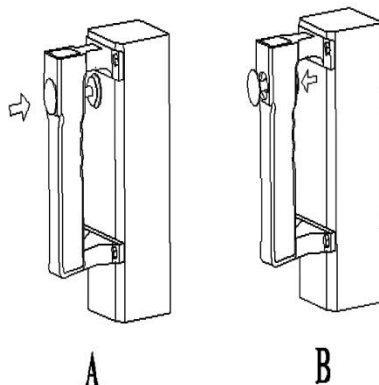
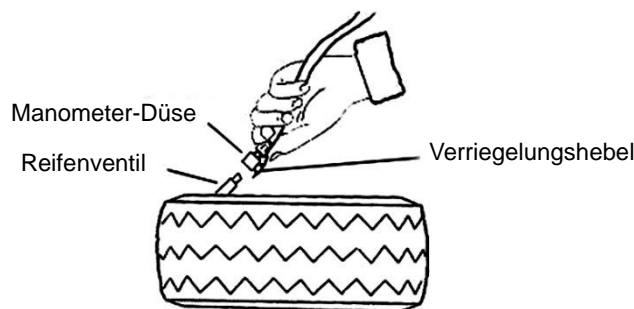
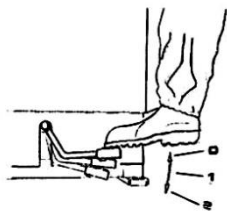

Abb. 5
Abb. 10
Abb. 12
- (Abb. 5), zum Sperren oder Entsperren des vertikalen Arm (M) und horizontalen Arm (P). Der Montagekopf (I) wird automatisch um 2 - 3 mm angehoben wenn er verriegelt wird.
- Kipparm-Pedal (H), wird verwendet, um den Kipparm (C) nach hinten oder vorne zu bewegen.
- Spannbacken-Pedal (V), wird verwendet, um die vier Spannbacken (G) auf dem Montageteller zu öffnen oder zu schließen.
- Reifen-Abdrücker-Pedal (U), wird verwendet, um den Abdrückarm (F) zu steuern.
- Montageteller Drehrichtungs-Pedal (Z) wird verwendet, um den Montageteller (Y) im Uhrzeigersinn / gegen den Uhrzeigersinn zu drehen.
- Reifenfüller Pedal auf der linken Seite (siehe Abb. 12), wird zum Aufpumpen des Reifens verwendet. Abb. 10